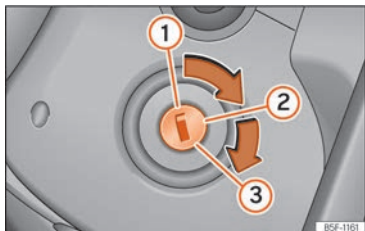

Abb. 233 Positionen des Zündschlüssels
Positionen des Schlüssels »» Abb. 233
- Drehen Sie den Zündschlüssel in Stellung »» **Abb. 233** . Dieselfahrzeuge werden vorgeglüht .
- Drehen Sie den Zündschlüssel weiter in die Stellung »» **Abb. 233**  ohne Gas zu geben.
- *Fahrzeuge mit Zündschloss:* Drehen Sie den Zündschlüssel in Stellung  **Abb. 233** .